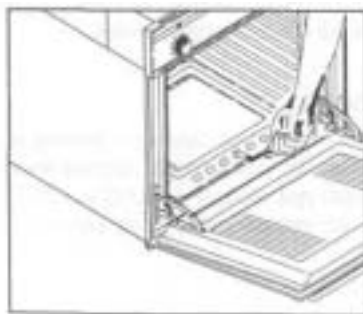

Рис. 10
- приблизить пламя спички или зажигалки для газовых бытовых приборов к центральному отверстию в передней части дна духовки, одновременно нажав на ручку термостата и повернуть ее против часовой стрелки, установить на желаемую температуру (см. рис. 10);